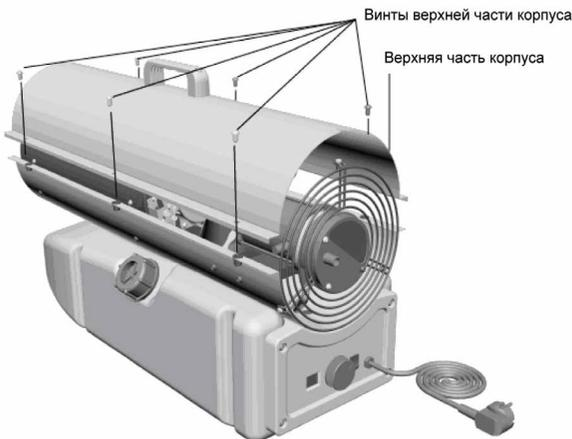

Рис. 9
1. Снимите верхнюю часть корпуса (рис. 9).